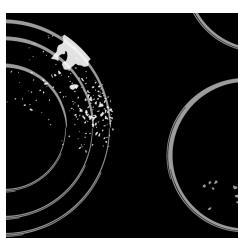

рис. 3
**Небольшие загрязнения** можно устранить мягкой увлажненной тканью. Затем протрите чистую поверхность насухо (рис. 3).
**Пятна от воды** можно удалить с помощью слабого раствора уксуса. Этим раствором нельзя протирать рамку аппарата (в некоторых моделях), т.к. она потеряет блеск. Нельзя использовать агрессивные чистящие средства и очистители, содержащие известь (рис. 3).
Обязательно тщательно протирайте поверхность, т.к. в противном случае остатки чистящих средств во время нагрева конфорок могут повредить стеклокерамическую поверхность (рис. 3).
Дверцу вставьте под углом 15° в отверстия шарниров на передней стенке аппарата и подтолкните их вперёд и вниз, чтобы шарниры вскоцили в отверстия (рисунок 3).